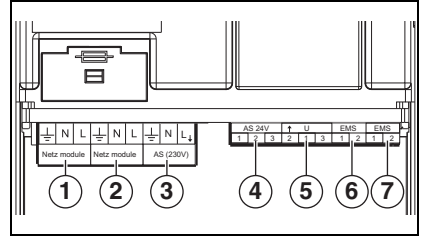
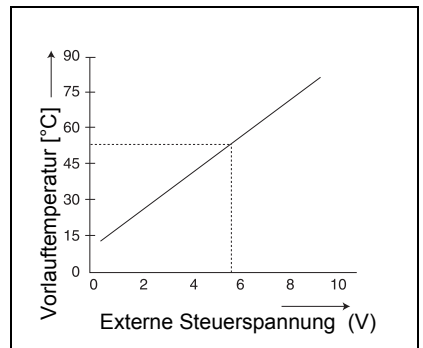

Bild 2 Anschlüsse
Bild 3 0-10 V Diagramm
- a) Der AS 24V-Anschluss (→ Bild 2, [4]), hierbei handelt es sich um einen potenzialfreien Schaltkontakt für Niederspannungssignale bis zu 24 V. Dieses Störungssignal kann beispielsweise von einem Gebäudeleitsystems ausgelesen werden.
- b) Der AS 230V-Anschluss (→ Bild 2, [3]), hiermit kann beispielsweise eine Hupe oder eine Alarmlampe gesteuert werden. Im Falle einer Störung steht dieser Anschluss unter 230 VAC-Spannung.
Das EM10 kann als Schnittstelle zwischen der Regelung und zum Beispiel einem Gebäudeleitsystem verwendet werden. Mit Hilfe eines 0-10 VDC-Signals (→ Bild 2, [5]) ist eine Steuerung nach Vorlauftemperatur oder Leistung möglich (→ Bild 3).
Diese Regelung wird aktiviert, indem Sie Klemme 1 und 3 überbrücken (→ Bild 2, [5]) und den Schaltplan auf Seite 46). Das EM10 gibt über das 0-10 V Signal der Regelung eine prozentuale Leistung vor (→ Tab. 2). Hierbei handelt es sich um ein lineares Verhältnis, → Tab. 2.